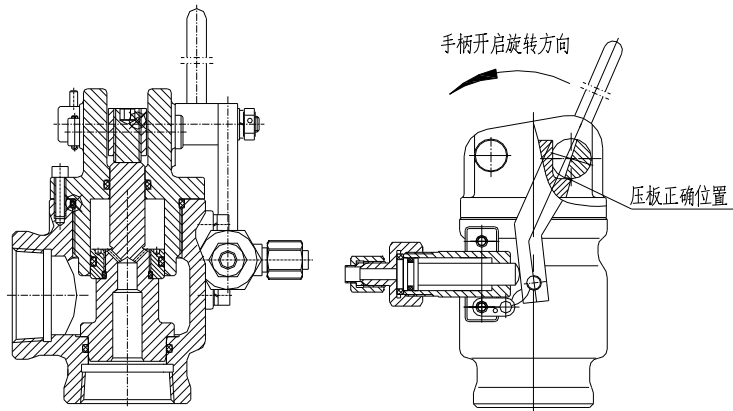

图 7 选择阀
3.1 结构组成（图 7）：主要由阀体、阀芯、压臂、转臂、手柄及驱动气缸等组成。